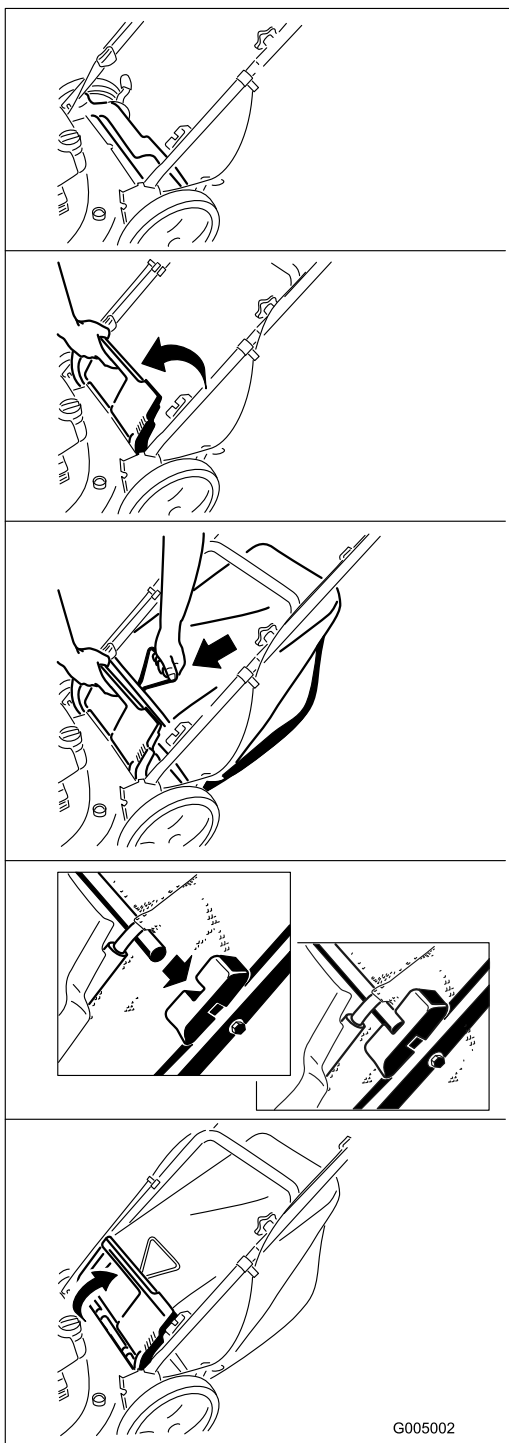

Figure 19
2. Installez le bac à herbe (Figure 19).